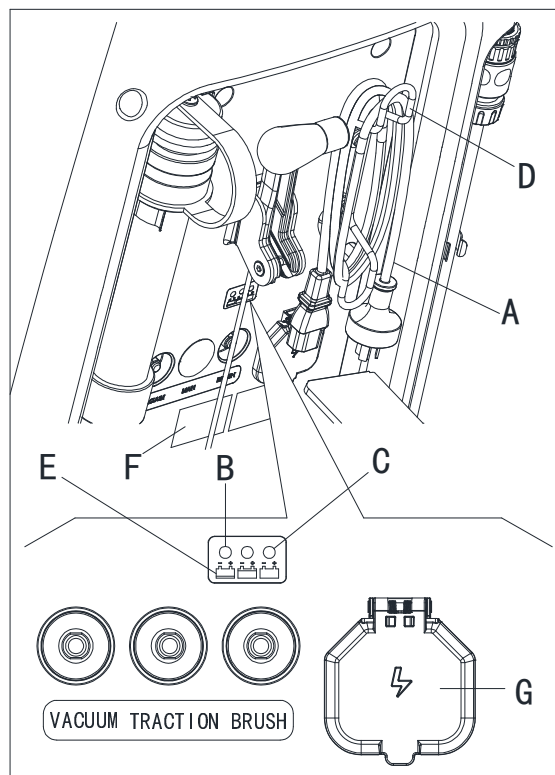

Figure 17
7. Brancher le câble du chargeur de batterie (A, Fig. 17) au réseau électrique (G) (la tension du réseau électrique et la fréquence doivent être compatibles avec les valeurs du chargeur de batterie figurant sur la plaque signalétique portant le numéro de série de la machine (F)). Lorsque le chargeur de batterie est connecté au réseau électrique, toutes les fonctions de la machine sont automatiquement coupées. Si le témoin lumineux rouge (B) sur le panneau de commande du chargeur de batterie reste allumé, le chargeur de batterie est en train de charger les batteries.
8. Lorsque le témoin lumineux vert (C) s'allume, la charge de la batterie est achevée.
9. Lorsque la charge de la batterie est achevée, débrancher le câble du chargeur de batterie (A) du réseau électrique (G) et l'enrouler autour de son logement (D).
Pour plus d'informations sur le fonctionnement du chargeur de batterie (E, Fig. 17), voir le Manuel pertinent.